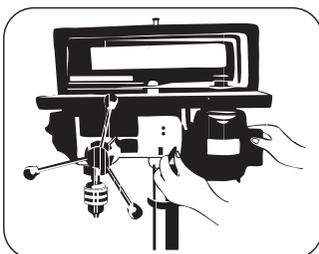

FIGURA 8.14a
- Cuando sea alcanzada la tensión deseada, fije la traba de tensión de la correa (Figura 8.14a).